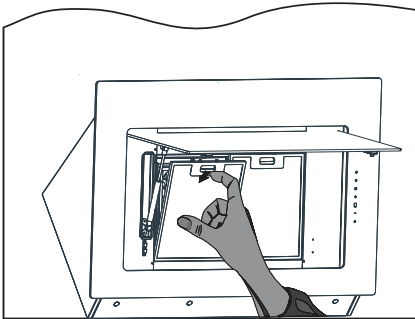

Abb. 10: Metallfettfilter entnehmen, bzw. einsetzen
- Griffleiste des Metallfettfilters nach unten drücken (⇒ Abb. 10).
- Zum Wiedereinsetzen den trockenen Metallfettfilter unten mit den Laschen einsetzen, Griffleiste drücken, Filter nach hinten in den Rahmen einsetzen und Griffleiste loslassen, damit der Filter in den Rahmen einrastet (⇒ Abb. 10).